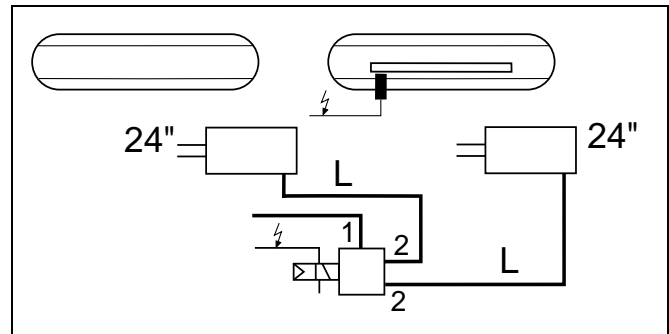

Abb. 6 Länge L gleich bei gleichen Bremszylindern.
- Die Leitungen von einem ABS-Relaisventil zu mehreren gleich großen Bremszylindern einer Fahrzeugseite müssen gleich lang sein und den selben Querschnitt haben (Abb. 6). Bei verschiedenen großen Zylindern ist Leitungslänge L zum kleineren Zylinder länger zu wählen. (Abb. 7).